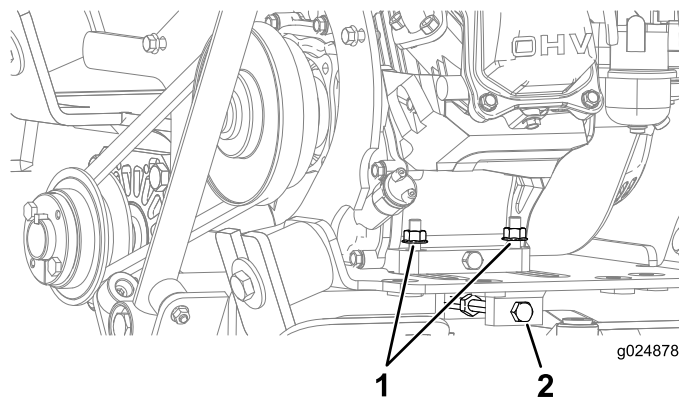

Figura 28
3. Afloje las 2 tuercas con arandela prensada (8 mm [5/16 pulgada]) que sujetan la parte trasera del motor (Figura 28).
4. Afloje la contratuerca y gire el perno tensor de la correía en sentido horario para tensar la correía o, gire el perno tensor de la correía en sentido antihorario para aflojar la tensión de la correía (Figura 28).
8. Apriete las 2 tuercas con arandela prensada (8 mm [5/16 pulgada]) que sujetan la parte trasera del motor a 23–29 Nm (17–21 pies-libra), según se muestra en Figura 28.